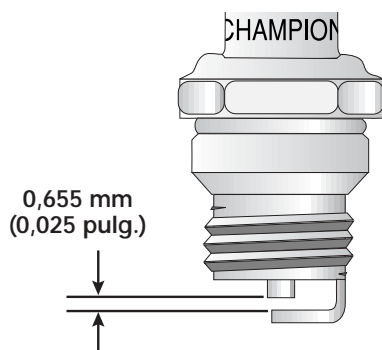

Fig. 73
3. Cambie las bujías que estén rajadas, sucias o deterioradas. Fije la separación de aire a 0,655 mm (0,025 pulgadas) utilizando un calibrador (Fig. 73).